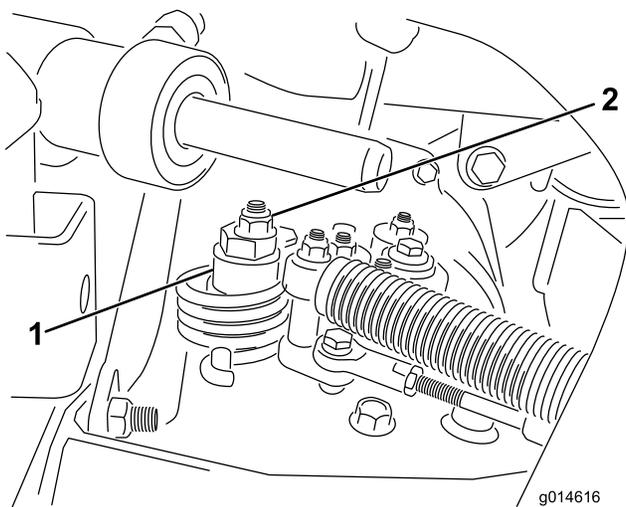

Figura 48
- A. Liberte a porca que fixa o disco excêntrico ao cima do hidróstato (Figura 48).
- C. Rode o disco excêntrico até eliminar a deslocação em qualquer um dos sentidos. Quando a roda deixar de rodar, aperte a porca, bloqueando deste modo o disco excêntrico e fixando a posição de ajuste (Figura 48). Verifique se o ajuste é o adequado colocando o regulador nas posições SLOW e FAST.